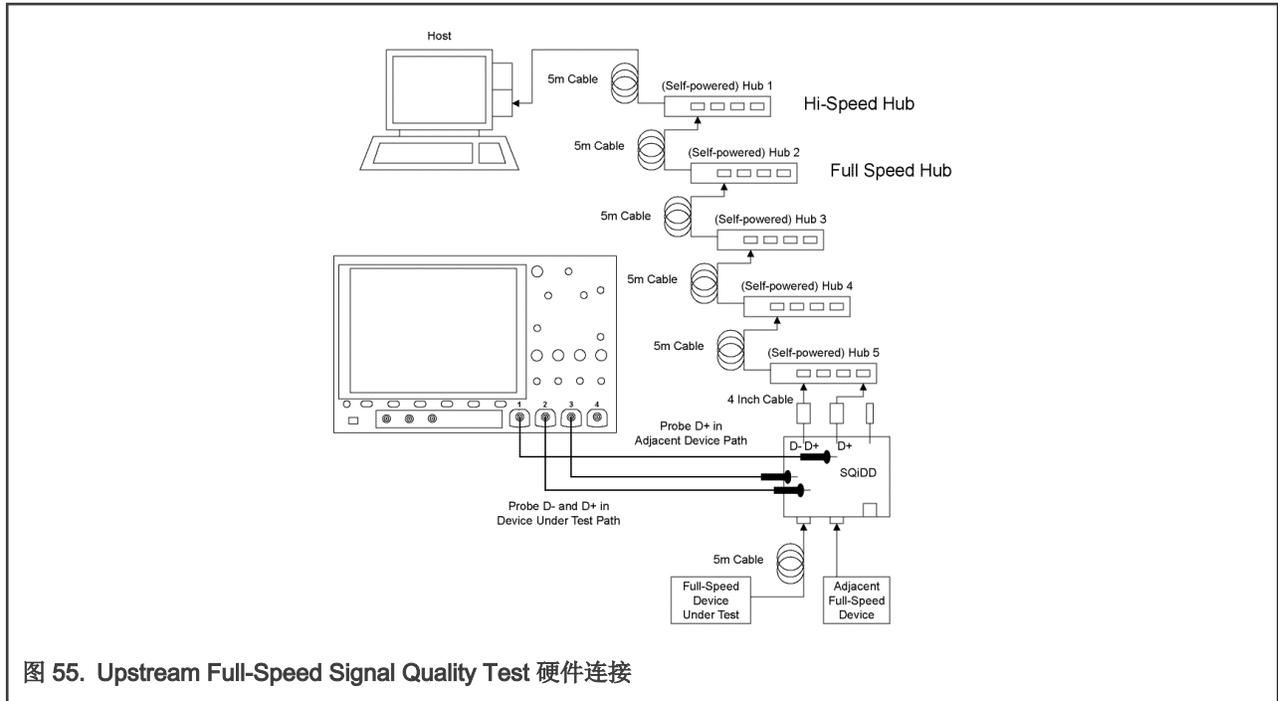

图 55. Upstream Full-Speed Signal Quality Test 硬件连接
2. 按照图 55 连接好被测 Device 以及所有的 Hub 以及测试计算机（由于测试的是 Device 的 Upstream 端口的信号质量，上游的 5 层 Hub 对信号完整性没有影响。所以预测测试时如果手边缺少 Hub，可以只连接一个 Full Speed Hub 以将 Device 强制为全速运行，此时得到的眼图也是可信的）。